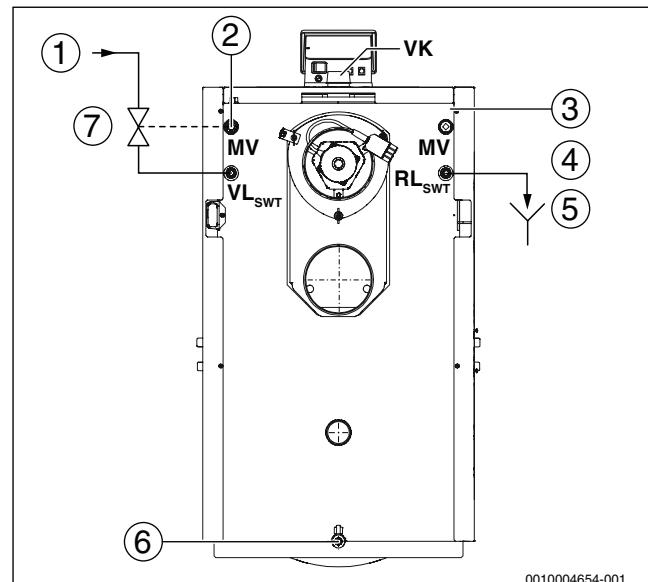

Fig. 14 Racordarea serpentinei de racire de siguranță
Cazanele sunt dotate cu o serpentina de racire de siguranță (buclă de răcire). Racordarea corectă este prezentată în Fig. 14.
Turul și returul serpentinei de racire de siguranță pot fi alese liber. Imaginea prezintă montarea turului serpentinei de racire de siguranță pe latura stângă a cazonului. Gura de scurgere a apei de răcire trebuie condusă spre o gură de evacuare (→ Fig. 14, [5]).
- ▶ Montați teaca de imersie (livrată împreună cu preaplinul termic) pentru senzorul preaplinului termic (→ Fig. 14, [3]).